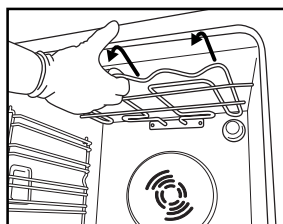
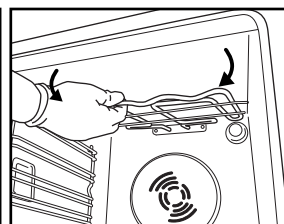

Fig. 4
Fig. 5
2. Tirar de la resistencia ligeramente hacia fuera (Fig. 4) y bajarla (Fig. 5).